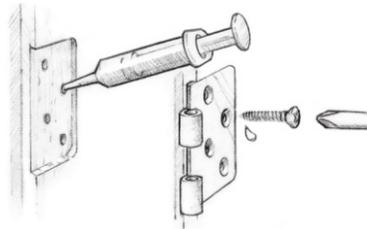

Figura 15 Impregne un orificio piloto estándar e instale el sujetador.
1. Impregne un agujero piloto de tamaño estándar. Trabaje bien la mezcla en el orificio con un limpiador tubo o jeringa (Figura 15). Espese una segunda capa de epoxico según sea necesario para agujeros reducidos o sobredimensionados.